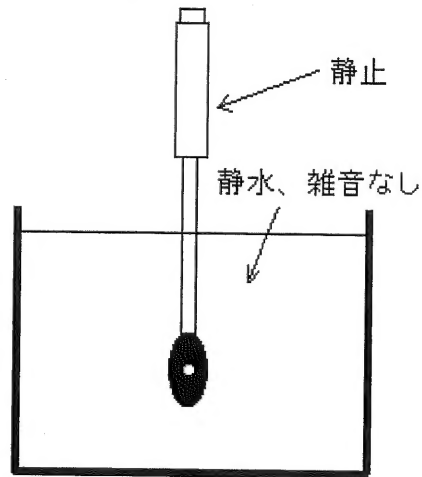

図1
9. 1 本体部 LPT1100（付図1参照）
- ①POWER ON: スイッチを[・]の側に倒すと、電源が入りLCDが表示します。
検出器をバケツなどの静水中に固定し、ゼロ調整を行って下さい。この際、先端部が壁面につかないように、水中の中心部に固定して下さい。(図1参照) 先端部が壁面についていますと、正確なゼロが取れません。